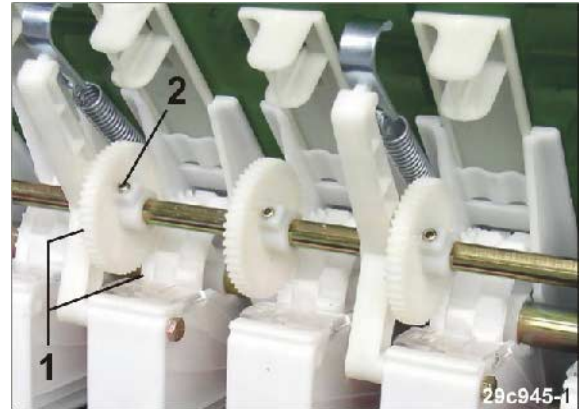

Fig. 231
13. Få tænderne (Fig. 231/1) på drevhjul og køresporsfinsåhjul til at gå i indgreb.